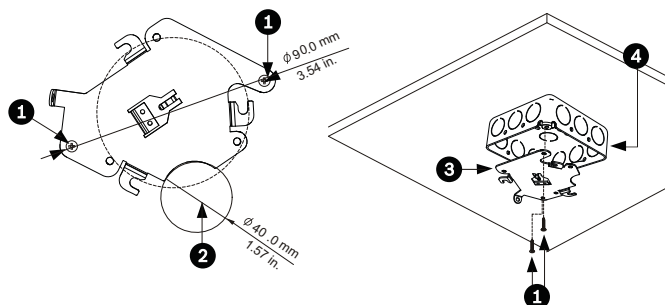

Bild 4.3 Befestigen der Montageplatte
3. Befestigen Sie die Montageplatte mit den entsprechenden Befestigungsteilen (nicht im Lieferumfang enthalten) an der Anschlussdose (siehe *Bild 4.3*).
1. Verlegen Sie die Kabel an der Seite der Montageplatte mit der sichelförmigen Aussparung (Referenznr. 2 in *Bild 4.3*).